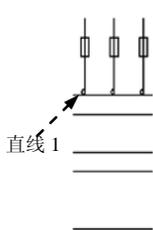

图 17.10.9 绘制直线 (一)
(1) 用 **绘图(D)** → **直线(L)** 命令绘制图 17.10.9 所示的直线 1, 并使直线与图形中的三个半圆相切。
(2) 绘制直线。选择下拉菜单 **修改(M)** → **偏移(O)** 命令, 选取直线 1 为偏移对象, 偏
移距离值分别为 10、30、40 和 70，绘制图 17.10.9 所示的水平线。